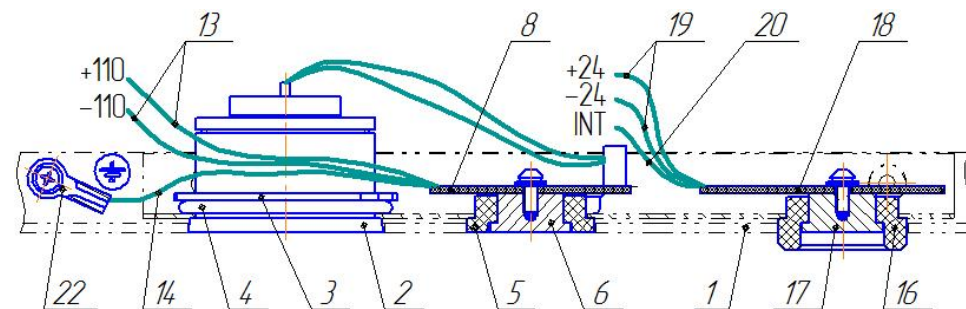

Рис. 1
5. УСТРОЙСТВО КОМПЛЕКТА СВСС (см рис. 1 и 2)